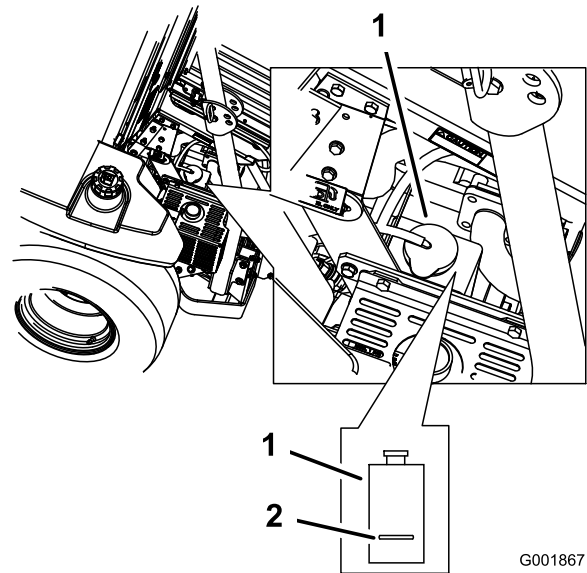

Figure 57
3. Lorsque le moteur est froid, vérifiez le niveau de liquide dans le vase d'expansion. Le liquide doit atteindre la bosse à l'extérieur du vase d'expansion (Figure 57).
4. Si le niveau de liquide est insuffisant, versez un mélange 50/50 d'antigel longue durée/Dex-Cool® et d'eau dans le vase d'expansion (Figure 57).
5. Versez une quantité suffisante de mélange 50/50 dans le vase d'expansion pour atteindre le trait de repère (Figure 57).